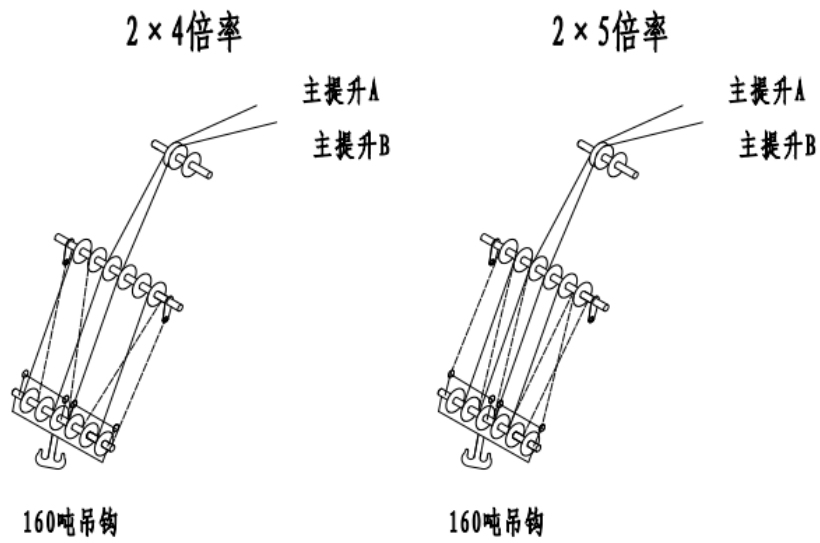

图2.16.2
2. 把主、副提升装置钢丝绳穿在固定副臂臂头滑轮组和吊钩之间（参照图 2.16.2 穿绳）。